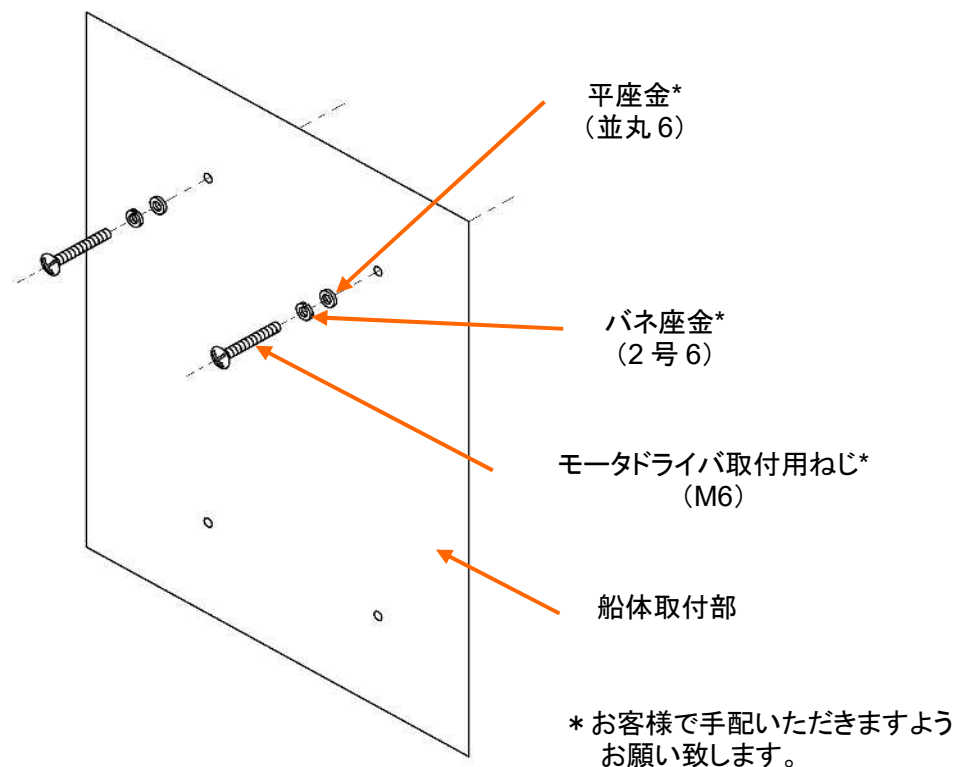

図 4-8 モータドライバ取付手順 1
- ① 上側の取付穴に平座金、ばね座金、ねじを取付けて下さい。このとき完全にねじを締め込まず、ねじの首下をブランケットの厚さが入るだけ開けて下さい。(図 4-8 を参照して下さい。)